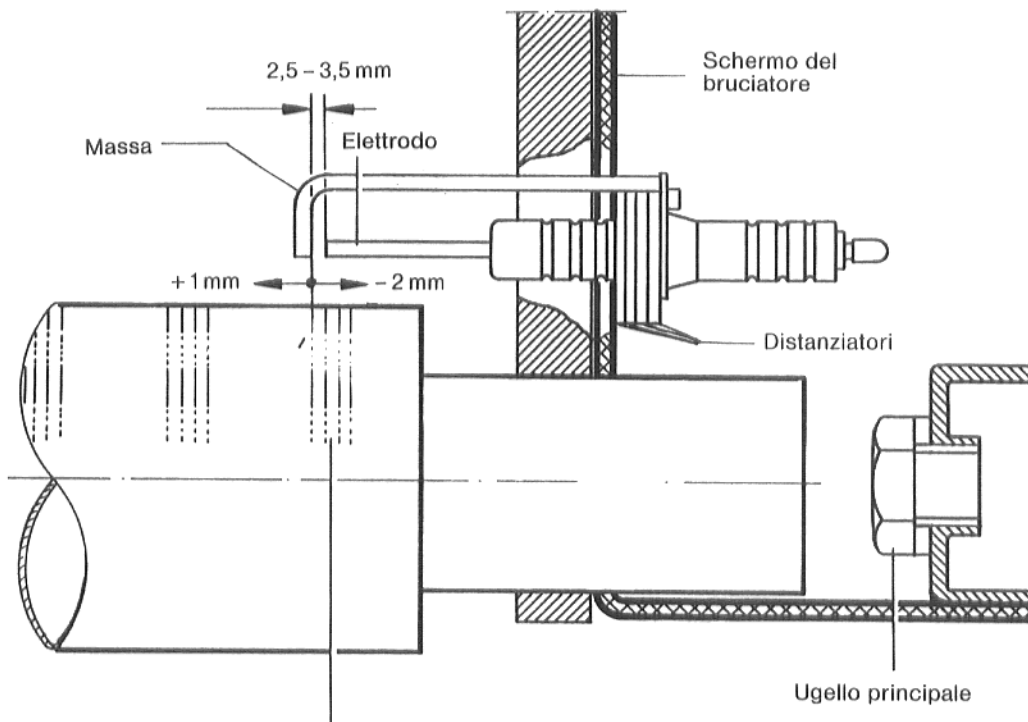

Fig. 20
- La distanza dell'elettrodo d'accensione dalla massa, importa dai 2,5 ai 3,5 mm (vedi Fig. 20).
- **Le misure della Fig. 20 devono essere assolutamente osservate.**